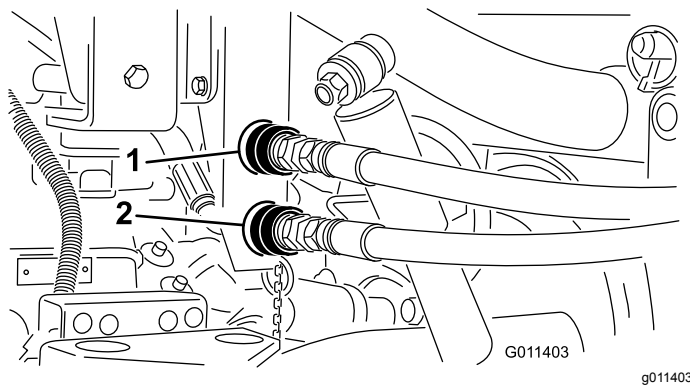

Figura 17
3. Limpie cualquier suciedad de los acoplamientos rápidos de la receptadora (Figura 17) antes de conectarlos. Si los acoplamientos están
Nota: Los acoplamientos mostrados en Figura 17 son de vehículos con número de serie anterior a 239999999.